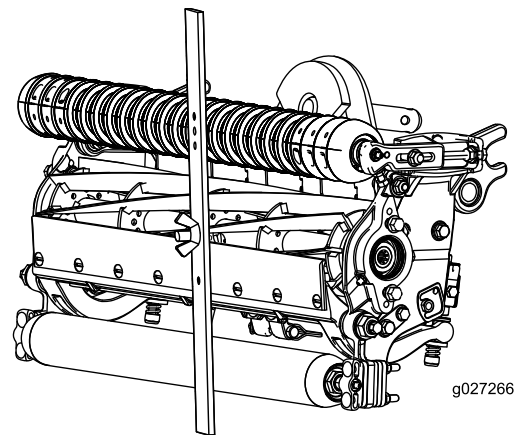

Figure 17
3. Accrochez la tête de la vis sur le bord tranchant de la contre-lame et appuyez l'arrière du gabarit contre le rouleau arrière (Figure 17).
4. Tournez la vis de réglage jusqu'à ce que le rouleau avant touche le gabarit (Figure 17). Réglez les deux